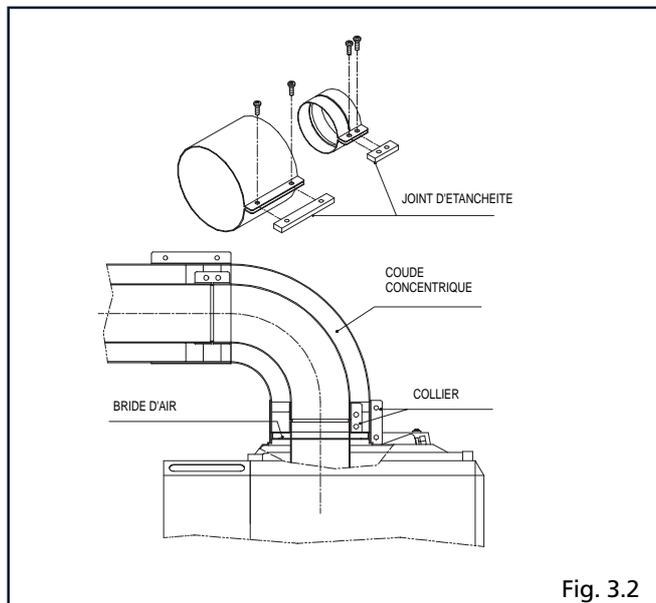

Fig. 3.2
- de retirer la bride d'air pour toute longueur de conduits supérieure à 1 m pour les ventouses en Ø 60-100 et 4,2 m pour les ventouses en Ø 80-125 (fig.3.2). La retirer à l'aide d'un tournevis utilisé en tant que levier.